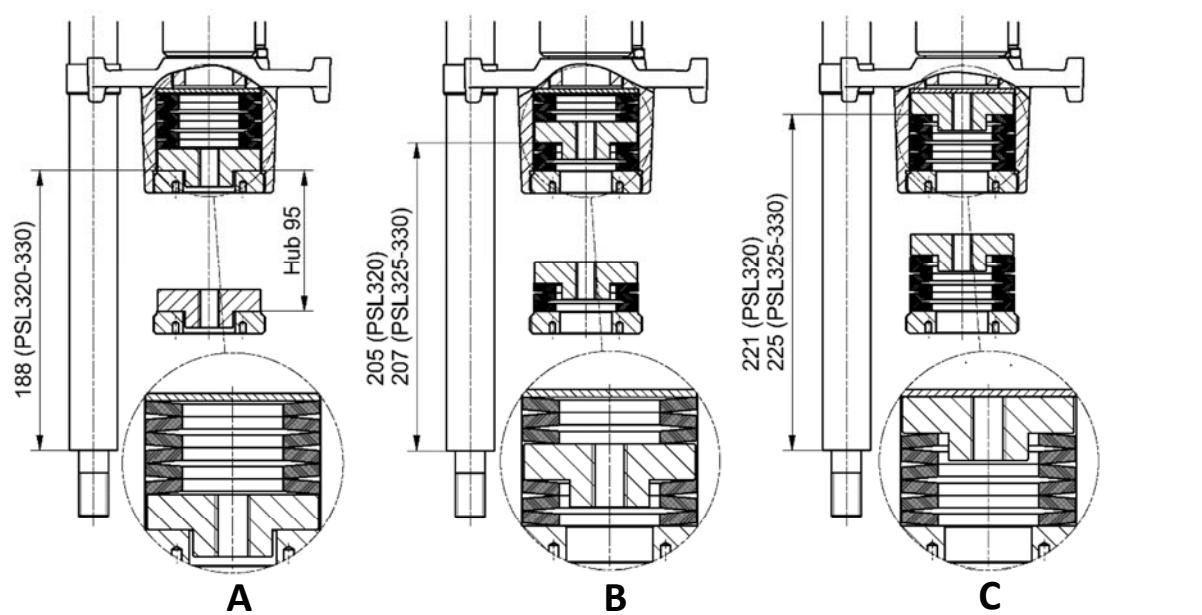

Рисунок 9. Стандартный соединительный элемент с дисковой пружиной
- A: распределение слоев в проходном клапане с направлением закрывания «стержень клапана приближается к кулачку» (Рисунок 9)
- B: распределение слоев в трехходовом клапане (Рисунок 9)
- C: распределение слоев в проходном клапане с направлением закрывания «стержень клапана удаляется от кулачка» (Рисунок 9)